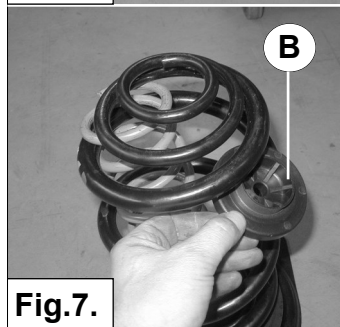

Fig.7.
7. Placez la coupelle inférieure B sous le ressort auxiliaire. Voir fig. 7.
7. Montera det nedre fjädersätet B under hjälpfjädern. Se fig. 7